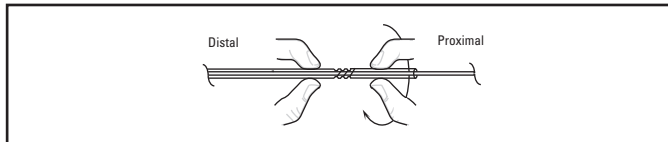

Figura 3. Bloquear através da rotação para a direita
5. Bloqueie o mecanismo de bloqueio-torção com uma rotação para a direita (consulte Figura 3) e introduza a extremidade distal cônica da bainha introdutora através da VHR no conector do microcateter de infusão de 2 pontas, até que a bainha fique bem encaixada. Uma ligeira deformação da bainha introdutora indica um posicionamento correcto. Aperte a VHR à volta da bainha introdutora para evitar o refluxo de sangue, mas não aperte demasiado para evitar danificar a espiral durante a respectiva introdução no cateter.